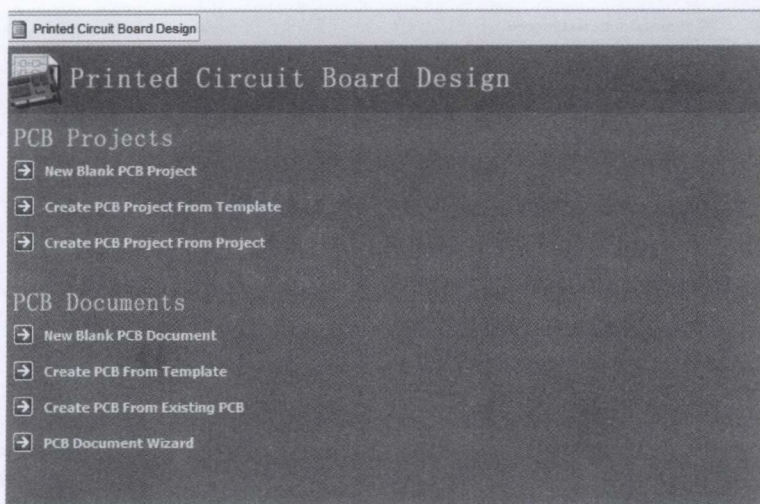

图 1-3 印制电路板设计的命令选项列表
(4) Documentation Library (文件库)。Altium Designer 为用户提供了各种设计参考文档库,从这个选择项中可以进入文档库命令显示界面。这些文档库包括 Altium Designer 电路设计和 PCB 设计、FPGA 设计、在线帮助等参考文档。用户可以获得非常详细的帮助和参考信息。
(5) Reference Design and Examples (参考设计和实例)。Altium Designer 为用户提供了许多经典的参考实例,包括原理图设计、PCB 布线和 FPGA 设计等方面的实例。
(6) Printed Circuit Board Design (印制电路板设计)。选择该选项后,系统会弹出如图 1-3 所示的印制电路板设计的命令选项列表,用户可以使用右边的“《”和“》”按钮弹出和隐藏命令项。